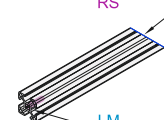

Рисунок 3
- AOB05-3030-L800-LE-Z5-A300-B80-C220-LD-Z5-A200 (рисунок 3)